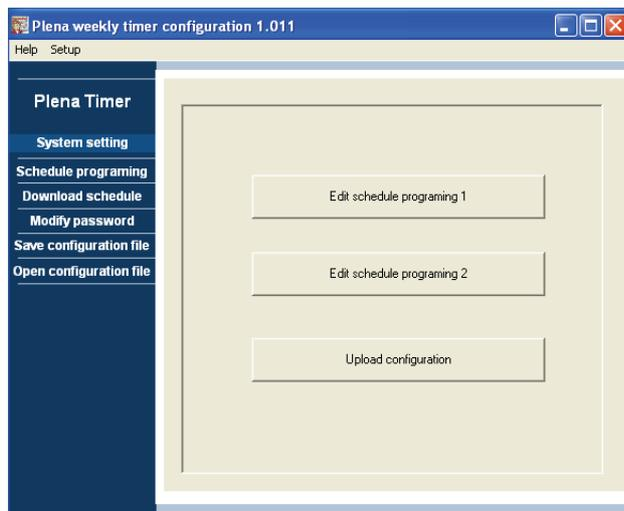

figura 8.16: Pulsanti di programmazione e di caricamento
- 1 Dal menu principale, fare clic sul pulsante Schedule programming. Compare la seguente finestra (vedere la figura 8.16).